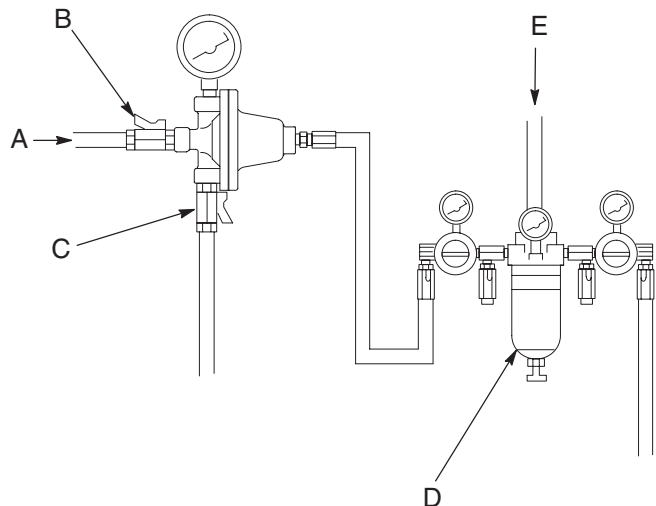

Abb. 2
1. Pumpe starten und den Einlaß-Kugelhahn (B) des Materialreglers öffnen, um Material in den Regler einzulassen. Siehe Abb. 2.
1. Pumpe abschalten. Kugelhahn am Lufteinlaß des Reglers schließen. Siehe Abb. 2 auf Seite 5.